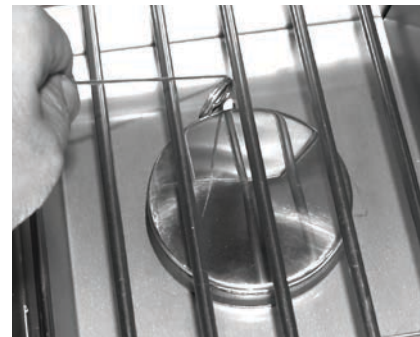

Fig. 22-2 - Éclairage manuel
2. Insérez un allumeur brûlant de butane de long-baril, une allumette brûlante de long-tige, ou une allumette brûlante tenue par un support de prolongation de fil par la grille à cuire s'ouvrant au brûleur (fig. 22-2). Tenez la flamme contre le bord du brûleur.
4. Si le brûleur ne se allume pas dans les cinq (5) secondes de tourner le bouton de commande, enfoncez immédiatement le bouton et tournez la valve à **AU LOIN**. **ATTENDEZ CINQ (5) MINUTES** avant de répéter les étapes 2 à 4 des instructions manuelles d'éclairage.